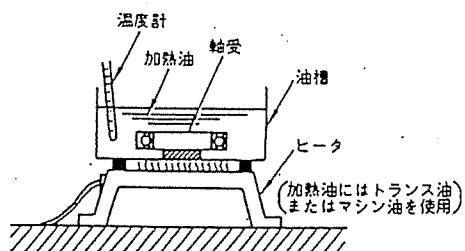

図23 軸受の加熱方法
(3) 軸受の取付け
- ・ 図23のように、軸受を清浄なマシン油またはトランス油で90~110℃に加熱する。